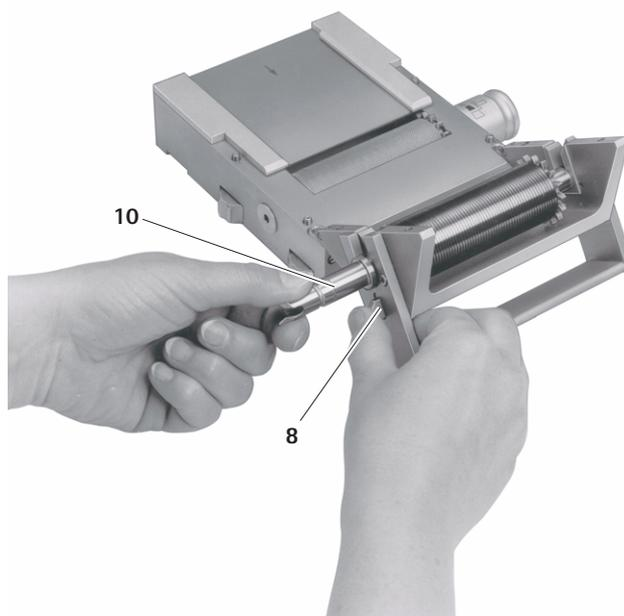

Fig. 3
- ▶ Tenere premuto il bloccaggio 8 e contemporaneamente tirare l'albero 10, in modo da disaccoppiare il rullo di taglio 2, vedere Fig. 3.
- Premere il rullo di taglio 2 per l'albero 10 finché scatta in posizione nei punti di supporto 20, vedere Fig. 3.